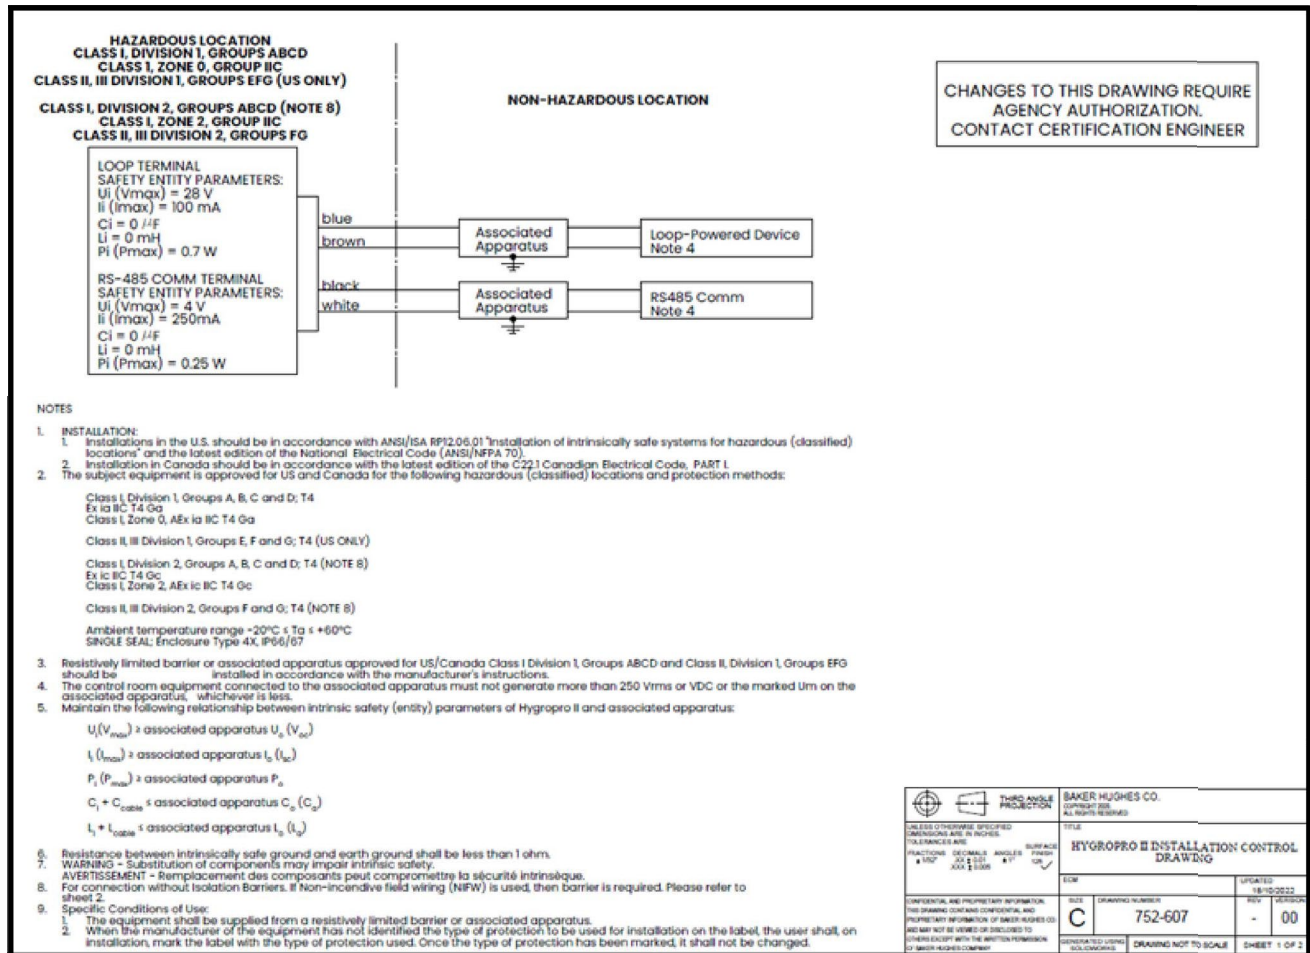
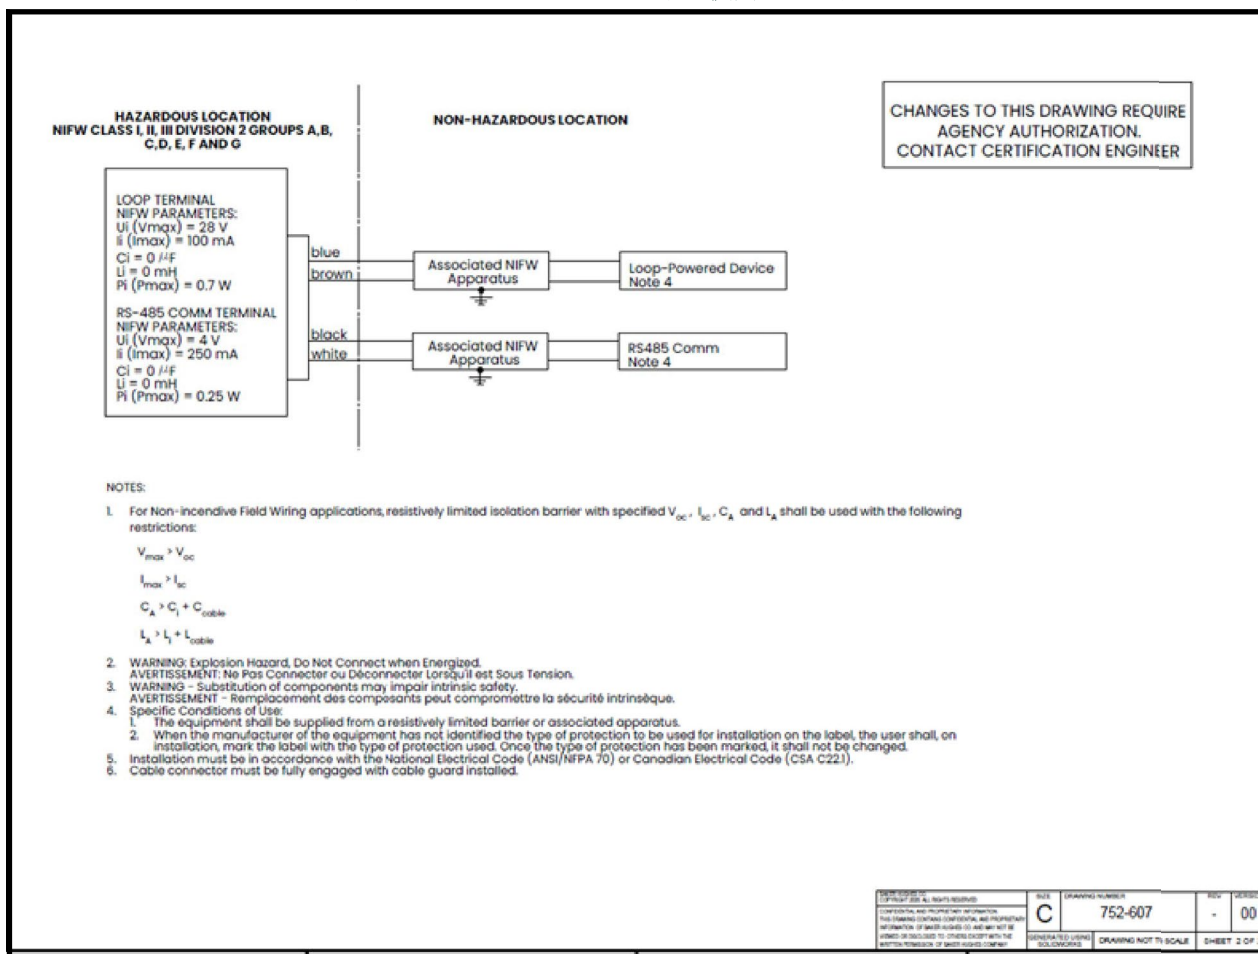

図10: ハイグロプロ II 設置制御図 分割1と分割2の場所 (752-607を参照)
図11:HygroPro^{II}の設置制御図(区分2での非発火性フィールド配線用(752-607を参照))
- FM回路図 (以下の図10をご覧ください)
ハイグロプロ II の危険な(機密扱いエリア)場所での配線は、図10および図11の設置管理図に示すように送信機に付属している接続のライニングリード端を以下のいずれかの条件に従って接続してください。
- 適切な定格のツェナーバリア/ガルバニックアイソレーターを使用します。:クラスI、ゾーン0とクラスI/II/III区分1の危険区域に使用するために必須です。(図10)。
- 非発火性のフィールド配線とツェナーバリア:クラス I / II / III、区分2危険な区域でのみ使用可能(図11)。